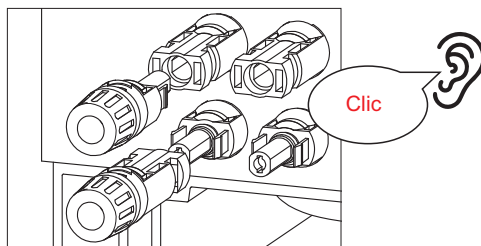

Figura 4.12
7. Collegare il terminale DC cablato all'inverter, come mostrato nella Figura 4.12. Attendere un leggero "clic" che indichi il corretto collegamento.